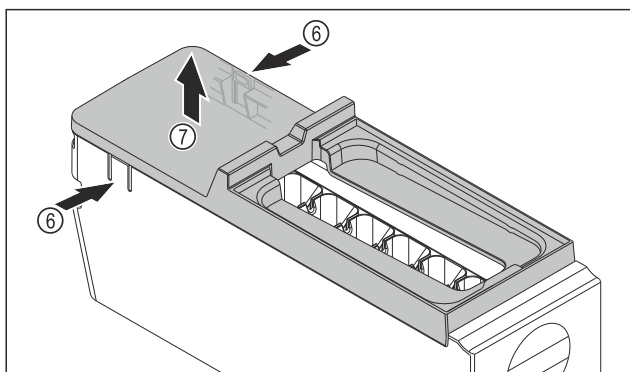

Fig. 106
- Снимите крышку корпуса EasyTwist-Ice: Надавите рукой на накладку Fig. 106 (6) с обеих сторон корпуса EasyTwist-Ice.
- Другой рукой снимите крышку Fig. 106 (7) по направлению вверх.